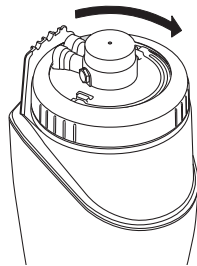

Рис. 49
21. **Накрутите** шайбу до упора. Под шайбой не должно быть видно резьбы. Если резьбу видно, значит держатель не опустился до упора (рис. 49).